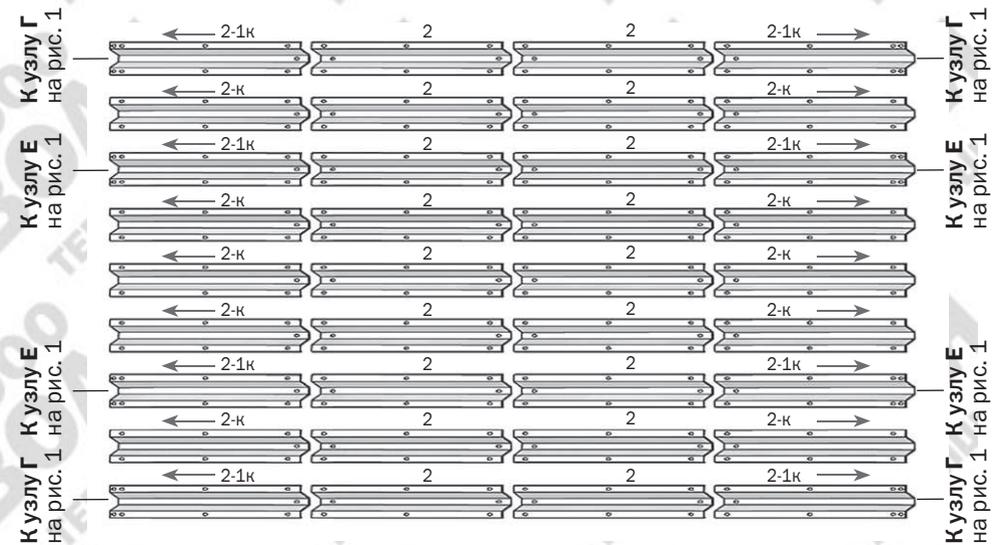

**Рис. 4**
детали 4 - см. Рис.4
2. Первоначально надо раскроить лист покрытия для торцов. Для этого соберите двери, форточки (**рис.13, рис.14**) и половину торца из деталей дуг **4ВК, 4НК** и прямолинейных деталей **1, 8П, 11-1, 11-2П, 21П, 9-1П, 9-2П**, временно закрепив загнутые концы деталей **11-2** на отверстия дуги. Не снимая защитной пленки с поликарбоната, разметьте места расположения деталей на листе покрытия в соответствии с **рис. 3 и рис. 4**
### РАСКРОЙ ЛИСТА ПОЛИКАРБОНАТА ВЫПОЛНЯЙТЕ СТРОГО В СООТВЕТСТВИИ С РИС.3 И РИС. 4 Лист сотового поликарбоната размером 2100 x 6000 мм